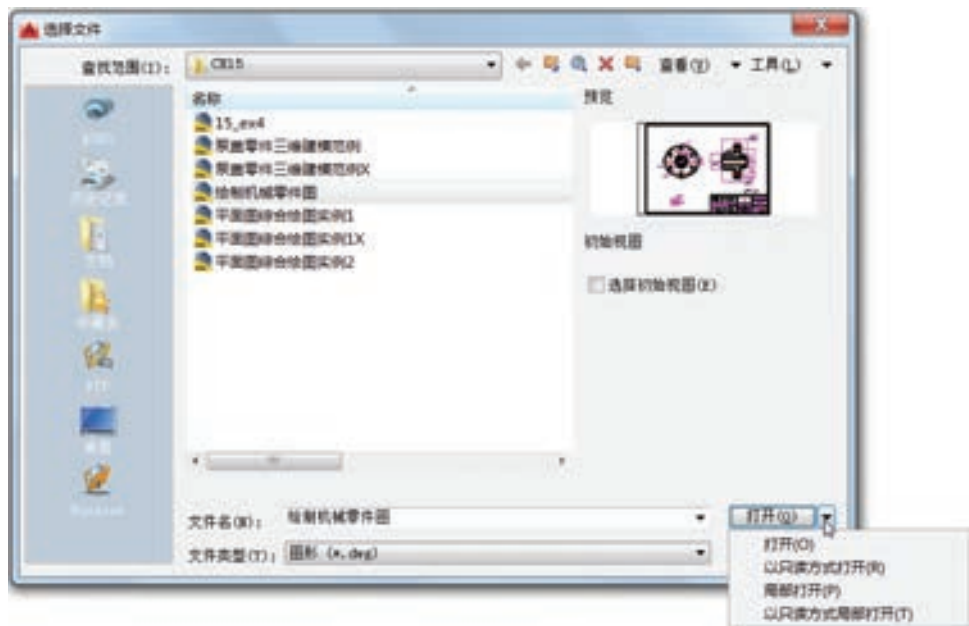

图 1-33 “选择文件”对话框
1) 在“快速访问”工具栏中单击“打开”按钮，或者在菜单栏中选择“文件”→“打开”命令，弹出“选择文件”对话框，如图 1-33 所示。